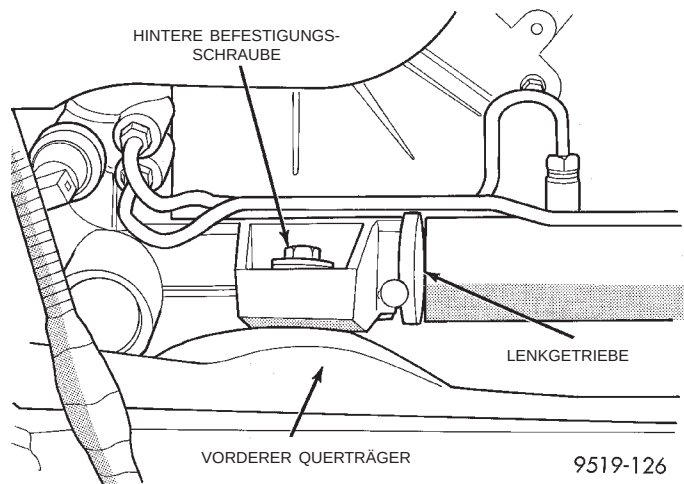
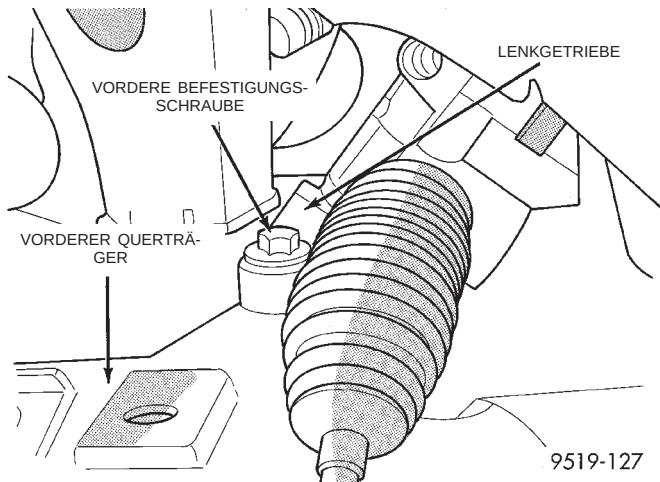
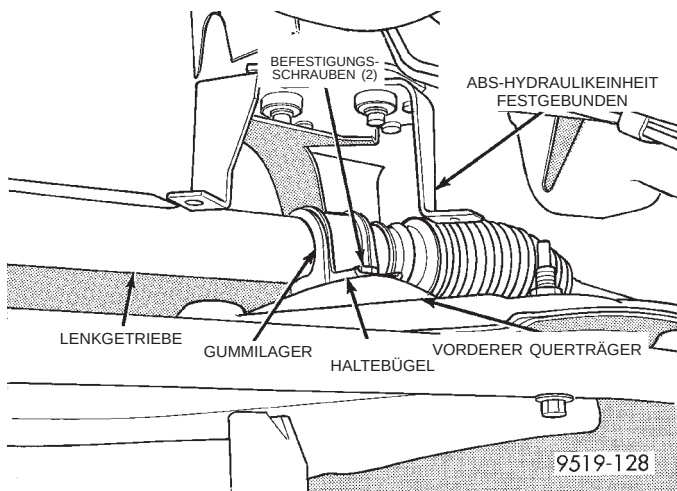

**Abb. 19 Hintere Schraube am Gummilager des Lenkgetriebes**
**Abb. 20 Vordere Schraube am Gummilager des Lenkgetriebes**
**Abb. 21 Schrauben am Haltebügel des Lenkgetriebes**
(22) Die beiden Schrauben an den Gummilagern lösen (Abb. 19) und (Abb. 20), mit denen das Lenkgetriebe am vorderen Querträger befestigt ist. Dann die beiden Schrauben des Haltebügels/Lenkgetriebe (Abb. 21) vom vorderen Querträger abschrauben. Lenkgetriebe abbauen.
(1) Lenkgetriebe auf dem vorderen Querträger montieren. Die beiden langen Befestigungsschrauben des Lenkgetriebes in die Gummilager eindrehen (Abb. 19) und (Abb. 20). Die beiden kurzen Schrauben in den Haltebügel (Abb. 21) eindrehen. Die vier Schrauben mit einem Anzugsmoment von 68 N·m (50 ft. lbs.) festziehen.